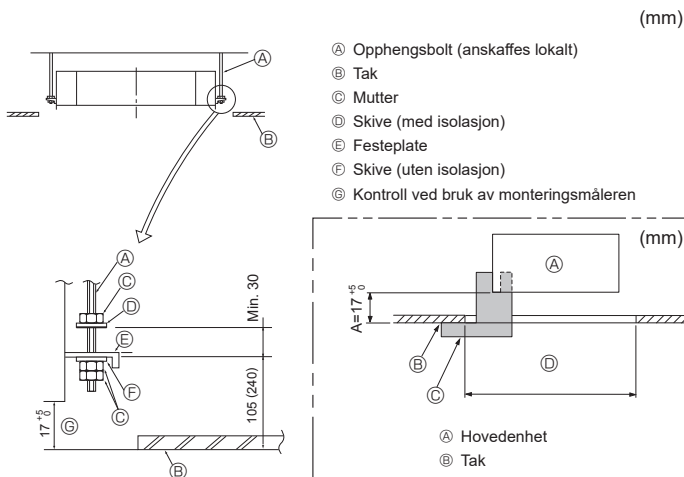

Fig. 3-6
3.6. Fremgangsmåte for oppheng av enheten (Fig. 3-6)